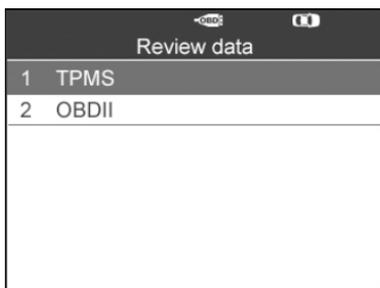

Figura 8.1
Utilizzare i pulsanti di scorrimento **SU/GIÙ** e **DESTRA/SINISTRA** per selezionare **Revisione dati** dalla schermata principale (figura 3.1) e attendere il caricamento del menu Revisione dati (figura 8.1).
- 1) Utilizzare il pulsante di scorrimento **SU/GIÙ** per selezionare **TPMS** o **OBDII** da **Revisione dati** poi premere il pulsante **S**. (Figura 8.1)